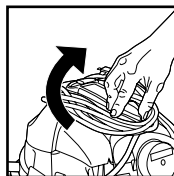

FIGURE 21
46. Saisissez les côtés de la section arrière du rembobineur et tournez un demi-tour dans le sens horaire pour le remettre dans sa position d'origine. **FIGURE 21.**